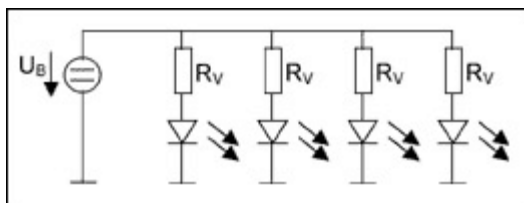

图 3. 该图给出了同时并联驱动几个红光、黄光或者绿光 LED 的结构，具有很小的色彩差异或亮度差异。
- 所产生的色彩(发射波长)在正向电流、工作电压以及环境温度变化时保持相当的稳定性。标准绿光 LED 发射大约 565nm 的波长，容差仅有 25nm。由于色彩差异非常小，在同时并联驱动几个这样的 LED 时不会出现问题(如图 3 所示)。正向导通电压的正常变化会使光强产生微弱的差异，但这是次要的。通常可以忽略同一厂商、同一批次的 LED 之间的差异。
锂电池在完全充满电时可以提供 4.2V 的输出电压，在很短的一段工作时间内会下降到标称的 3.5V。由于电池放电，其输出电压会进一步下降到 3.0V。如果白光 LED 直接由电池驱动，如图 3 所示，则会产生如下问题：